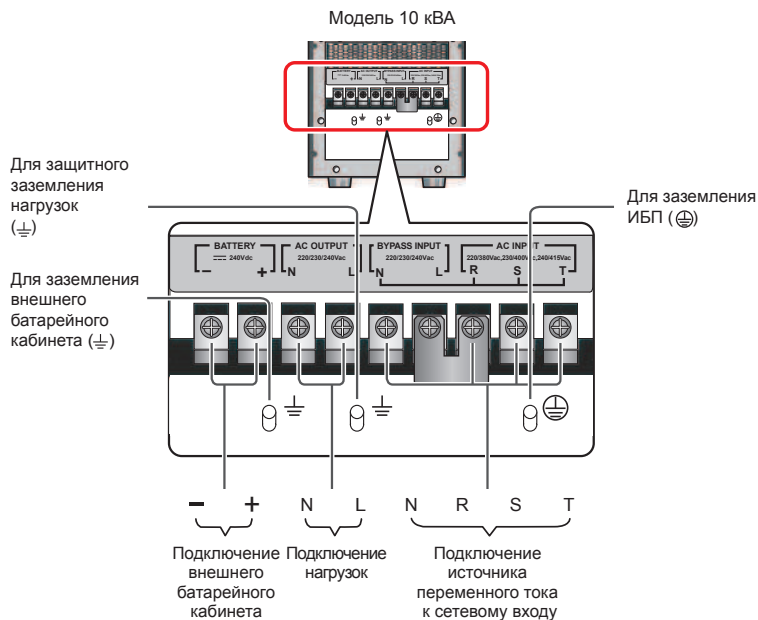

Рис. 6-13. Схема подключения в одиночного ИБП 10 кВА в конфигурации с одним входом
- 7 Подключите кабели электросети переменного тока, нагрузок и внешнего батарейного кабинета к соответствующим зажимам ИБП (см. **Рис. 6-13, 6-14**).
- 2 Подключите кабели электросети переменного тока, нагрузок и внешнего батарейного кабинета к соответствующим зажимам ИБП (см. **Рис. 6-13, 6-14, 6-17**).